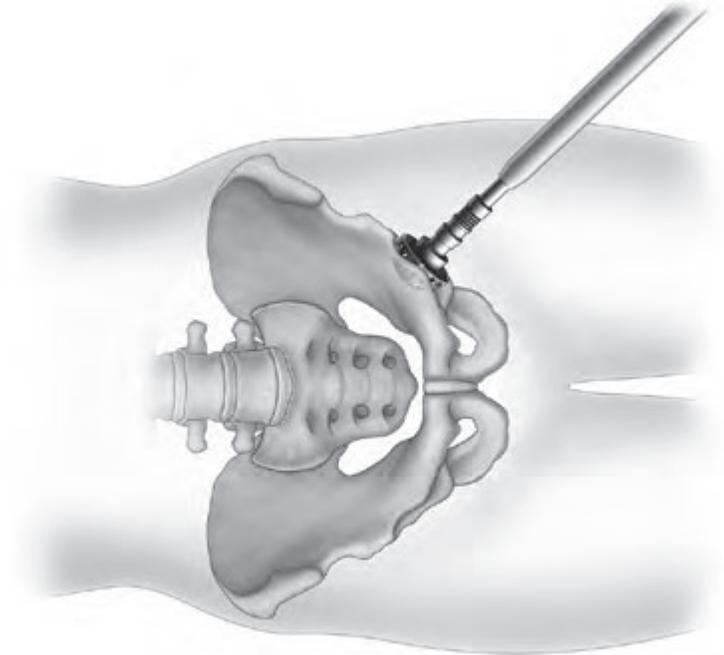

Figura 1
Paso 3. El fresado inicial se puede realizar en una dirección más medial, aunque el fresado posterior se debe hacer a 45° de abducción y 20° de anteversión (*Figura 1*).